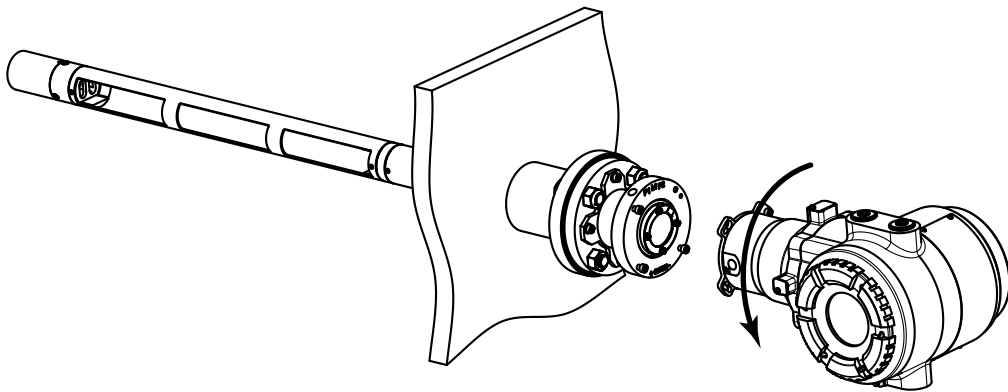

図6.17 プロセスからの取り外し
- (1)六角レンチ (5 mm) を使用し、クイックコネクタの右上のねじ (図 6.17 参照) のみ取り外します。
- (2)その他のねじを緩めます。
- (3)TDLS8200 をゆっくりと反時計方向に回すことでアナライザ部をプローブ部から取り外すことができます。